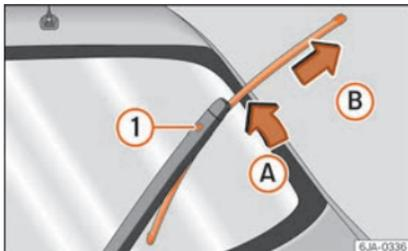

Fig. 71 Escobilla del limpiacristal.
- Retire el brazo del limpiacristal desde el cristal moviendo ligeramente la escobilla en el sentido del brazo – flecha **A** »» fig. 71.